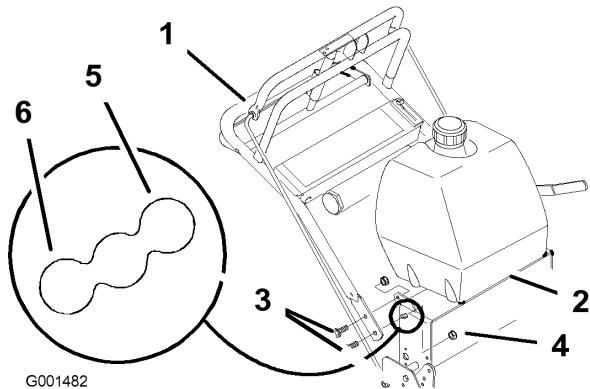

**Figura 19**
1. Saque el pasador de horquilla, la arandela y el pasador que sujetan el acoplamiento de la varilla de control con el soporte de la polea tensora (Figura 19).